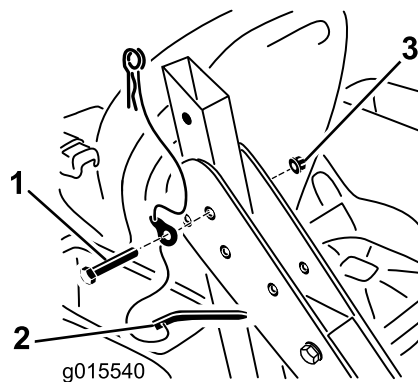

Figura 4
- Fissate il roll bar ai relativi supporti come mostrato in Figura 4. Lasciate i bulloni allentati per consentire al roll bar di ruotare liberamente.